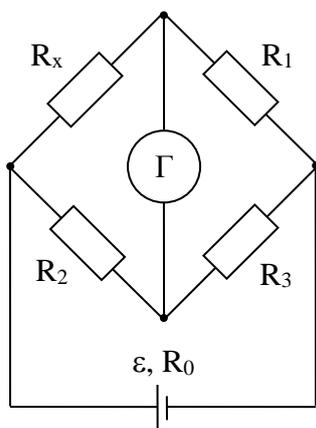

Рис. 1.
13. Определить значение сопротивления резистора R_x , включенного в плечо моста (рис. 1), если в уравновешенном состоянии сопротивления других плеч моста составляют: $R_1 = 100$ Ом, $R_2 = 524$ Ом, $R_3 = 2000$ Ом.